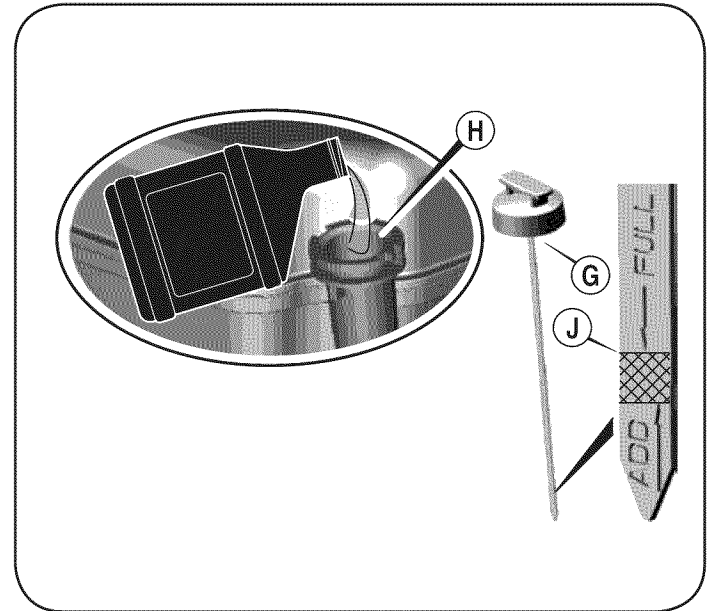

Figura 10
1. Saque la varilla del nivel de aceite (G).
2. Con la cortadora de césped ubicada en suelo nivelado, vierta el aceite lentamente por dentro del tubo de llenado de aceite del motor (H) hasta la marca de límite alto en la varilla medidora del nivel de aceite (J). Vea la Figura 10.
3. Coloque y ajuste la varilla indicadora. Luego quítela para revisar el nivel de aceite. Vea la Figura 10.